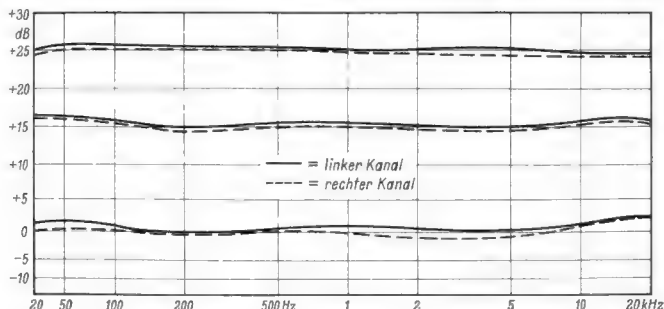

Bild 5. Frequenzgang des Stereoverstärkers bei verschiedenen Stellungen des Lautstärkeeinstellers
Beim Gerät U 702 ist das Ergebnis, daß man u. U. eine unbrauchbare Röhre tauschen muß und daß ein Vordruck aller Skalenstriche durch die Lieferfirma des Anzeigeinstrumentes wegen der großen Abweichungen (z. T. größer als 3 dB) nicht möglich ist (die Skala enthält deshalb nur die Marken  $\infty$  und + 5 dB sowie die Beschriftung). Die in Bild 5 wiedergegebene Skala gilt also nur für eine spezielle Röhre. Um für Ein-
Den Frequenzgang bei konstanter Eingangsspannung und verschiedenen Stellungen des Lautstärke-Einstellers zeigt Bild 5.
9. Pegelunterschied zwischen beiden Kanälen bei voll geöffnetem Lautstärke-Einsteller (siehe auch Bild 5)